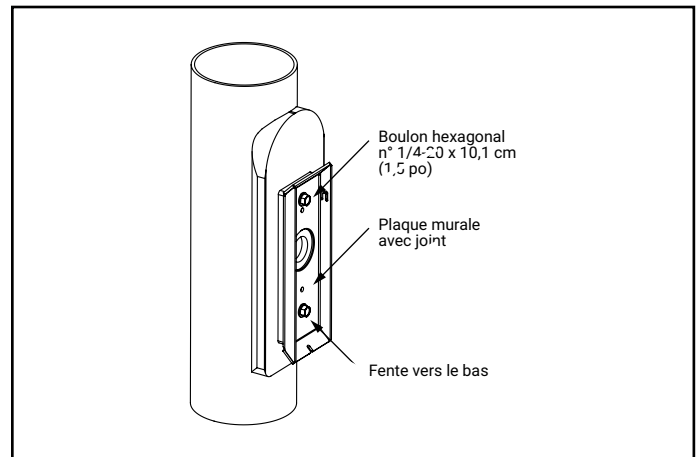

Figure 3
2. Fixez la plaque de montage du boîtier, la fente vers le bas, à l'aide des boulons hexagonaux 2 x 1/4 po-20 tel qu'illustré. Le couple de serrage devrait être de 5,6 Nm (50 po-lb) (Figure 3)